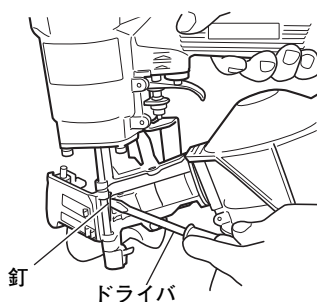

図 15
- 内部につまった釘を⊖ドライバなどで取り除きます。(図 15)